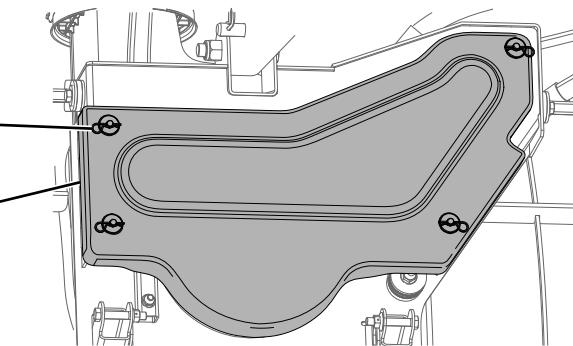

Figure 33
- Retirez les 4 goupilles fendues qui fixent le protège-courroie (Figure 33).
- Posez le protège-courroie et fixez-le en place à l'aide des 4 goupilles fendues (Figure 33).